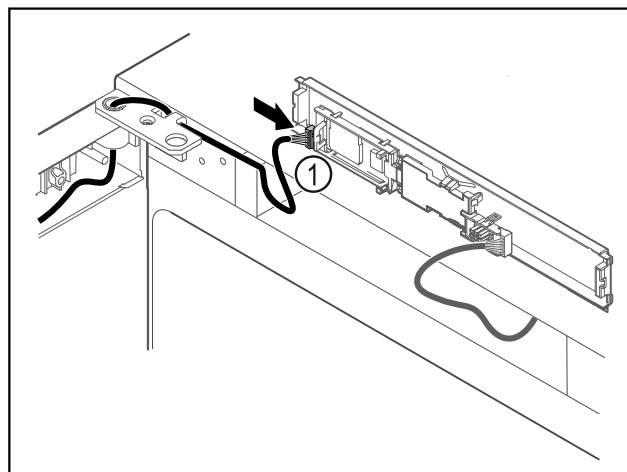

Fig. 60
- Aseta pistoke Fig. 60 (1) levyyn.